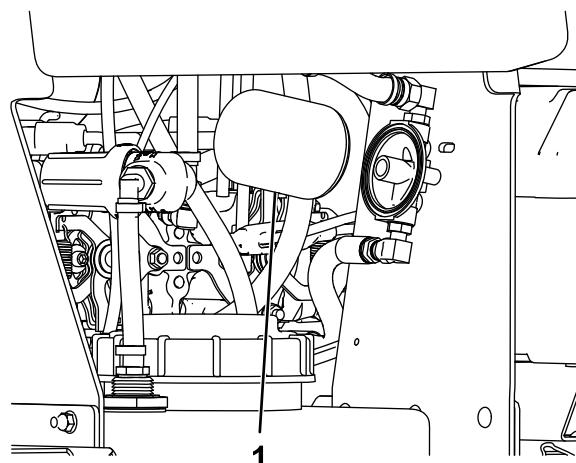

Bild 51
7. Entfernen Sie den Hydraulikfilter (Bild 51).